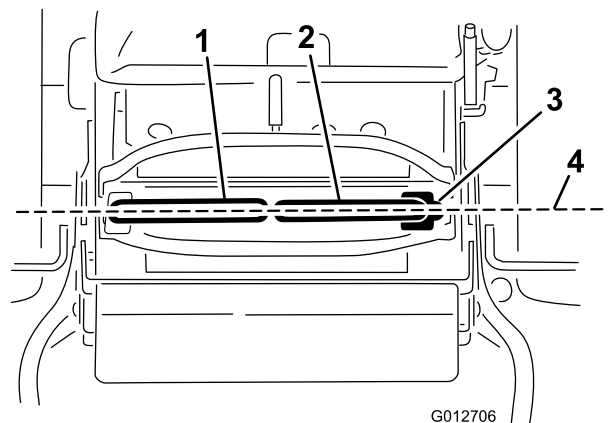

Figura 72
Importante: Certifique-se de que o alinhamento do cortador está correcto após o ajuste das alavancas de controlo de movimento. O ajuste do alinhamento e o alinhamento das alavancas de controlo de movimento da parte dianteira para a traseira é o mesmo procedimento (Figura 72).
1. Depois de ter concluído o alinhamento horizontal, verifique o alinhamento entre a frente e a traseira empurrando ligeiramente as alavancas de controlo para a frente para detectar alguma folga nas ligações das alavancas de controlo (Figura 72).